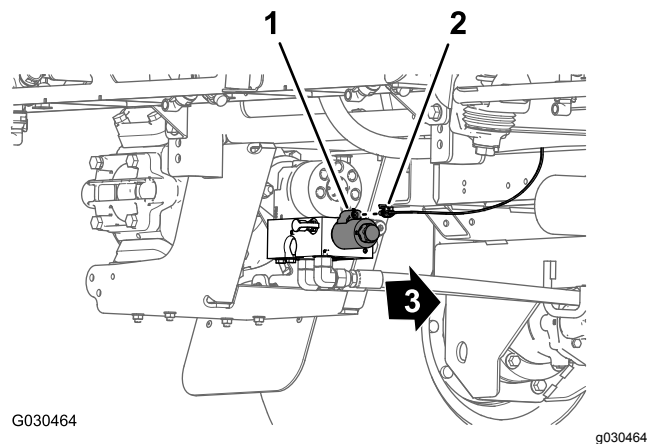

图40
5. 在机器后部——打药泵的内侧将后主线束的 2 插槽接头与泵继电器的 2 针接头断开 图40。